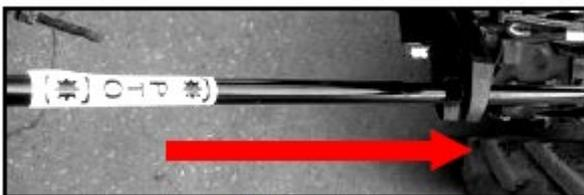

FIGURA 10
- ③ Rilasciare la maniglia della frizione in modo che sia libera
- ④ metti in moto
- ⑤ Spingere l'asta di controllo dell'uscita del motore della PTO (vedere la figura 10)